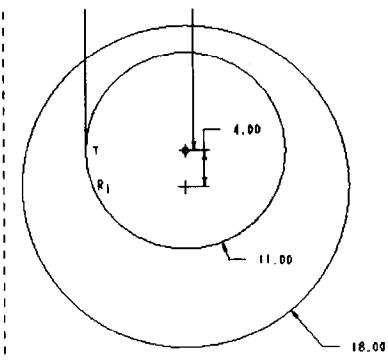

图 1-24 绘制直线
(10) 单击 按钮绘制圆，其圆点与半径为 11 的圆在同一垂直方向上（绘制时系统提示约束）且圆心间距为 4，将半径修改为 18，如图 1-24 所示。